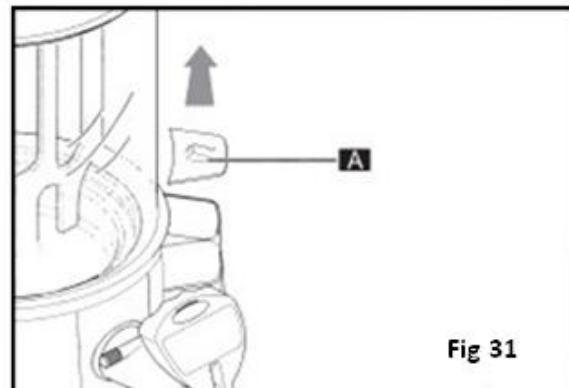

Fig 31
- Rimuovere il tappo (A) (Fig. 31).